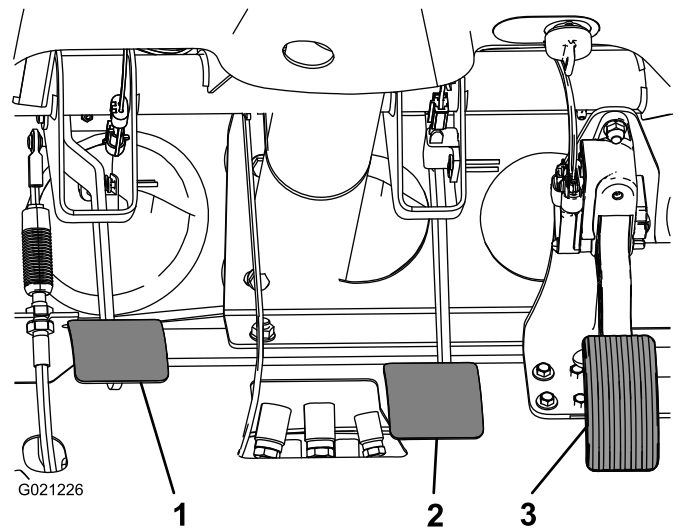

図 63
2. ブレーキペダル（図 63）を持ち上げてフレームに接触させる。
3. ヨークをマスターシリンダ・シャフトに固定しているジャムナットをゆるめる（図 63）。